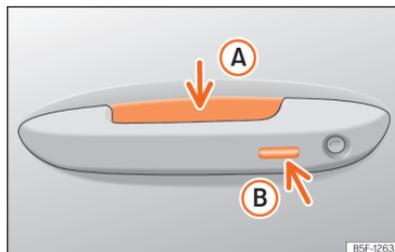

Abb. 73 Türgriff: Sensorflächen.
»» (Abb. 73)
- Berühren Sie die auf der Außenseite des Türgriffs befindliche Sensorfläche »» [Abb. 73] (B). Alle Blinker leuchten einmal auf.
- Berühren Sie innerhalb von 5 Sekunden einmal die auf der Außenseite des Türgriffs befindliche Sensorfläche **(Abb. 73)** . Ergreifen Sie dabei nicht den Türgriff. Das System Keyless Access ist jetzt vorübergehend deaktiviert.